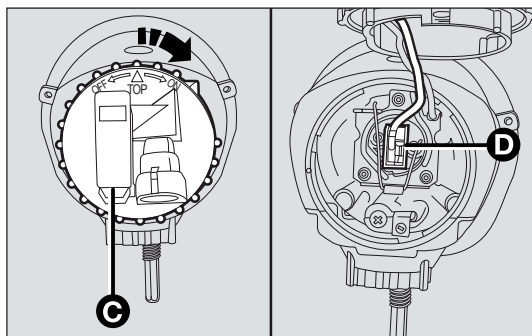

fig. 150
- ☐ afloje la tapa C-fig. 150 y desconecte el conector D;